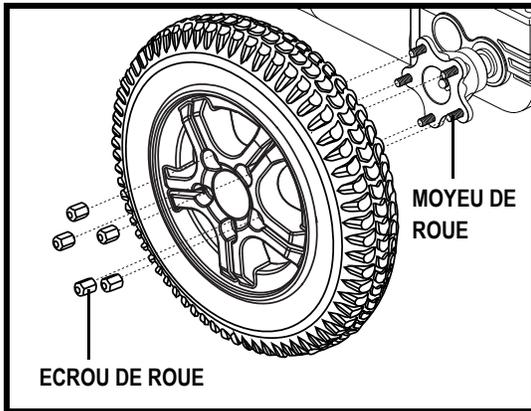

Figure 31. Enlèvement de la roue motrice
4. Retirez les cinq écrous de roue (5) du moyeu. Voir la figure 31.